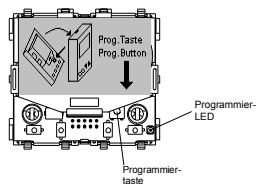

Bild 5: Lage der Programmertaste und Programmier-LED, wird auch auf dem unparametrisierten LCD angezeigt, bei anliegender Busspannung.
- Programmieren Sie nun die physikalische Adresse. Die Lage der Programmertaste und der Programmier-LED ist in Bild 5 dargestellt.